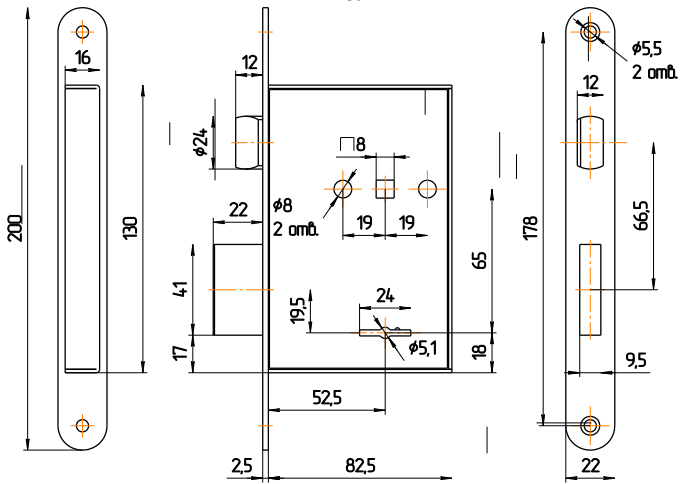

Рис.2
5.1. Произвести разметку и выполнить на полотне двери гнездо для корпуса замка, отверстия для ключа, для стержня ручек фалевых и крепежа, а в дверной коробке – отверстия для засова и защелки (см. рис.2).